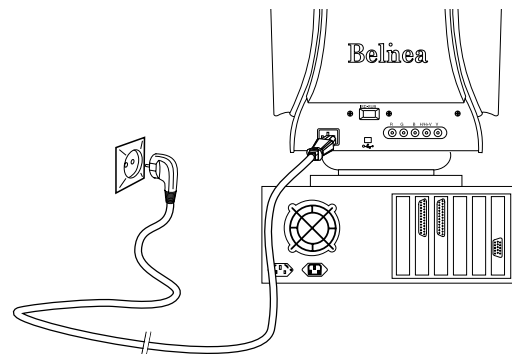

Abbildung 3. Stromversorgung anschließen
1. Schließen Sie das separate Netz Kabel an den Monitor und eine Schuko-Steckdose an (siehe Abbildung 3).